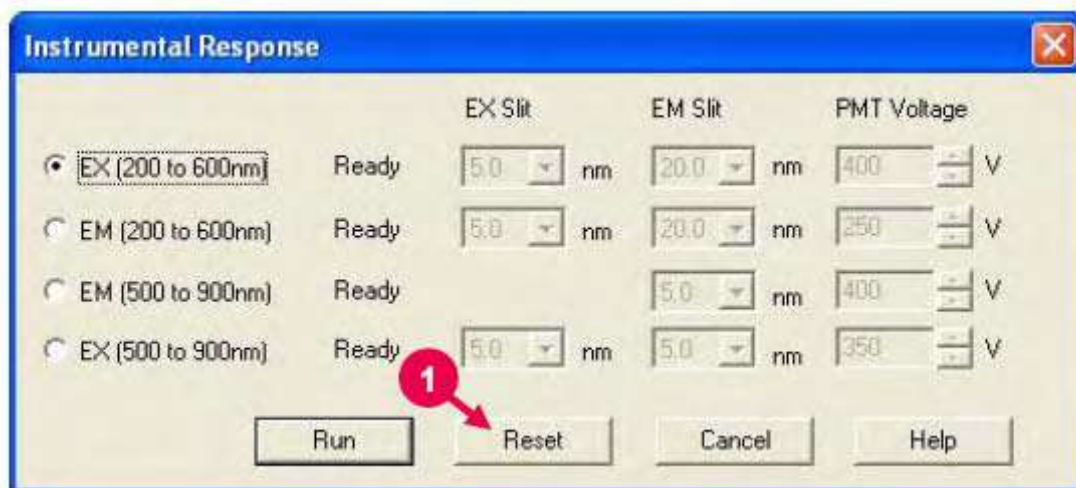

Рис. F-15
(1) В диалоговом окне «Реакция прибора» нажмите кнопку «Сброс». (Смотрите (1) на рис. F-15).